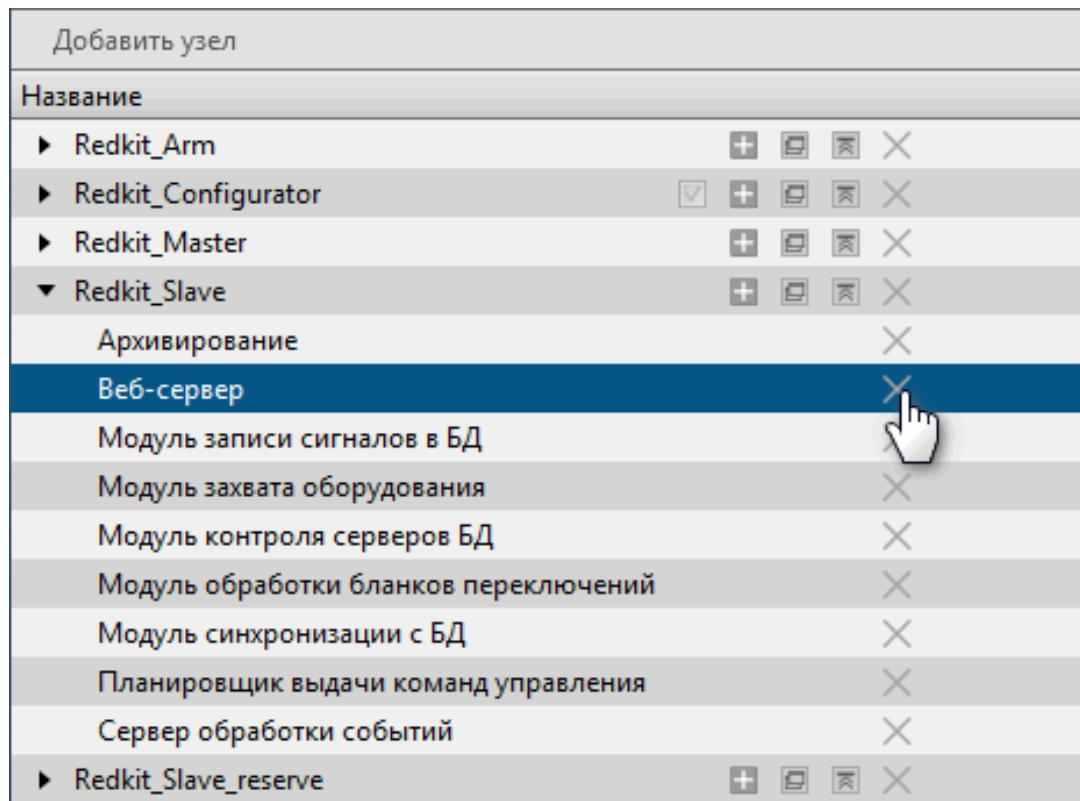

Рисунок 114 - Удаление модуля
- Нажмите на кнопку  (Рисунок 114).